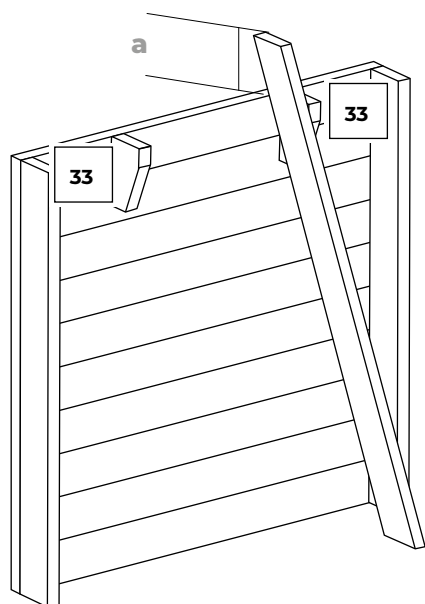

Fig. 24
• Zaag de bomen van de trap op maat door te meten hoever hij uitsteekt afbeelding 24 en teken een evenredig deel af op het onderste deel van de trapboom en zaag dat stuk eraf.